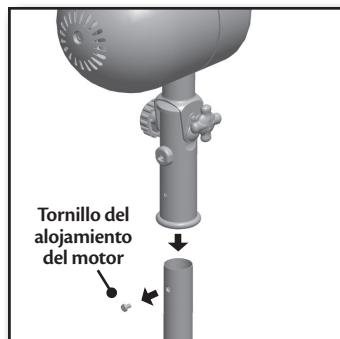

Figura 7
1. Afloje el tornillo del alojamiento del motor pre instalado. Figura 7.